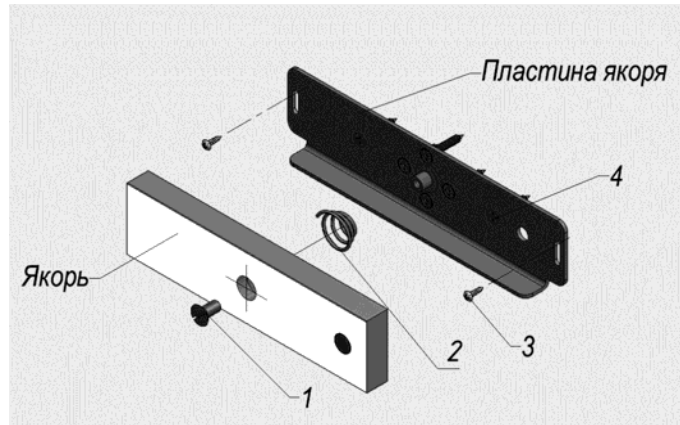

Рис.2
В комплекте поставки замка **AL-350FB-02** элементы крепежа якорной части заменены комплектом крепления якоря **350P** (рис.2):
- комплект крепления якоря **350P** (Рис.2).
Якорь замка для варианта поставки **AL-350FB-02** устанавливается без сверления монтажных отверстий в двери и без штифта. Якорь соединяется с пластиной винтом М6х12 через амортизирующую пружину и затем через регулировочные пазы в пластине крепится саморезами (поз.3 рис.2) к двери. После окончательной регулировки взаимного положения корпуса и якоря при закрытой двери саморезы (поз.3) затягиваются, якорь снимается с пластины и выполняется крепление пластины к двери саморезами (поз.4), после чего якорь снова устанавливается на пластину.